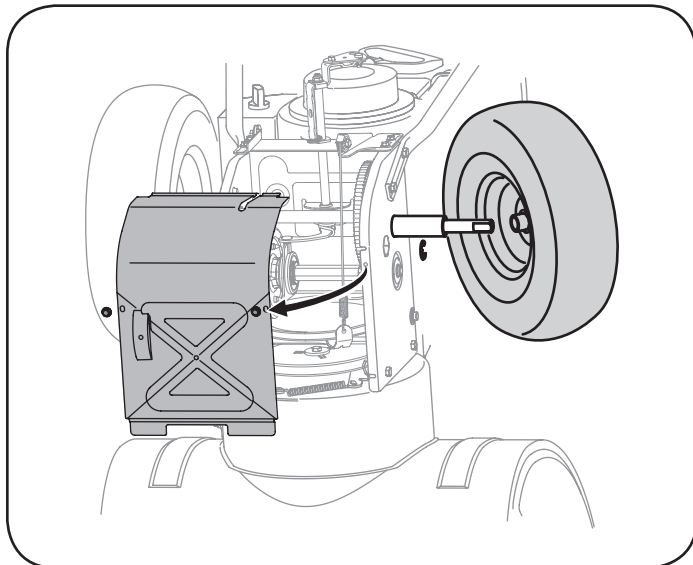

Figura 72
5. Retire la rueda derecha quitando el tornillo y la arandela de campana que la aseguran al eje. Vea la Figura 72.
6. Retire con cuidado la tuerca hexagonal y la arandela que sujetan el eje hexagonal al marco de la máquina quitándole, y golpee suavemente el extremo del eje para desplazar el cojinete de bolas del lado derecho del marco. Vea la Figura 72.